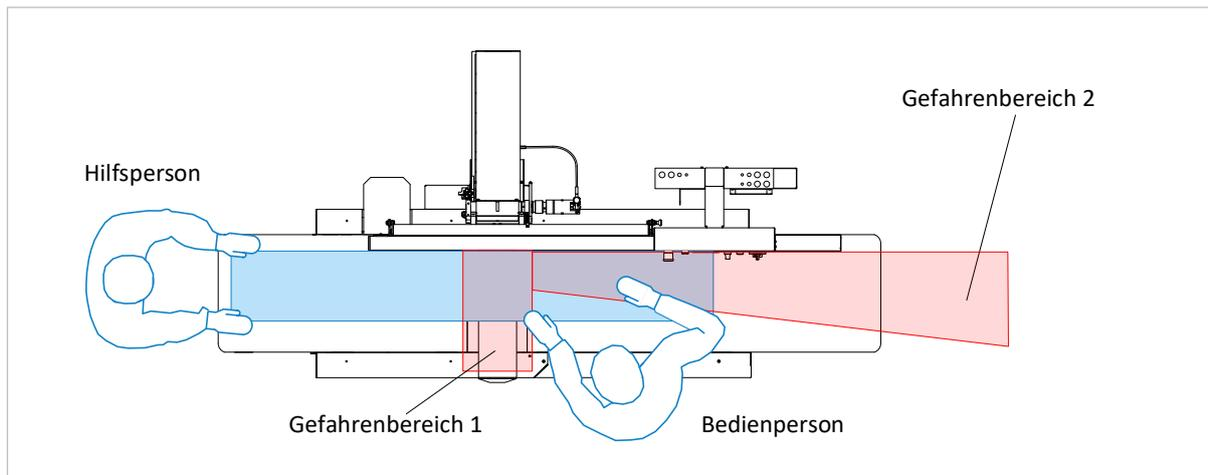

Abbildung 2: Gefahrenbereiche
- Die Bedienerperson der Maschine muss beim Abrichthobeln generell vor dem Abrichttisch, rechts neben der Messerwelle bzw. Hobelschutzvorrichtung stehen. Das Betreten des in ⇨ Abbildung 2 gekennzeichneten Gefahrenbereiches 2 ist bei laufender Messerwelle verboten.